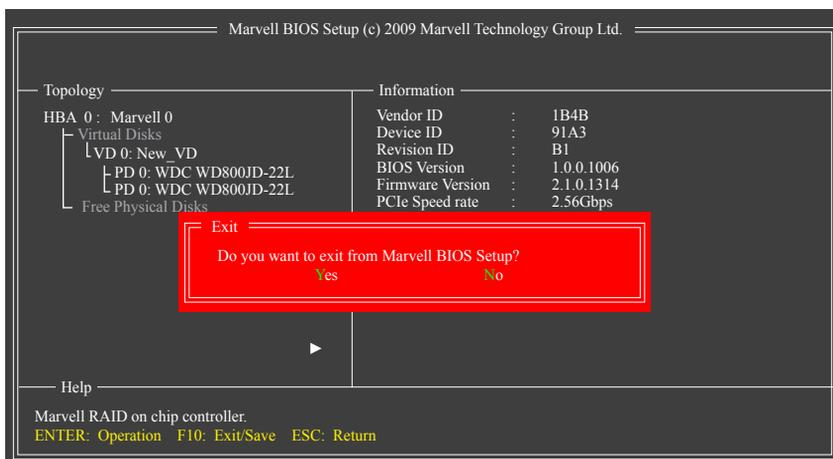

Figure 7
7. Sauvegarder les réglages et quitter Lorsque vous avez fini la configuration du RAID et avant de quitter l'écran de configuration, n'oubliez pas d'appuyer sur <F10> dans l'écran principal. Appuyez sur <Y> pour confirmer ou sur <N> pour annuler (Figure 7).